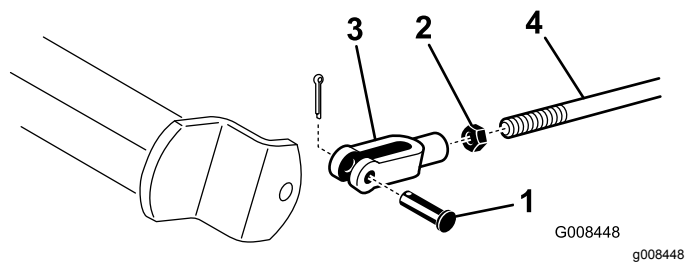

図 47
2. ブレーキが片効きであれば、コッターピンとクレビスピンを外して、ブレーキロッドを外す 図 47。
3. ジャムナットをゆるめ、クレビスを調整する 図 47。
4. クレビスをシャフトに取り付ける 図 47。